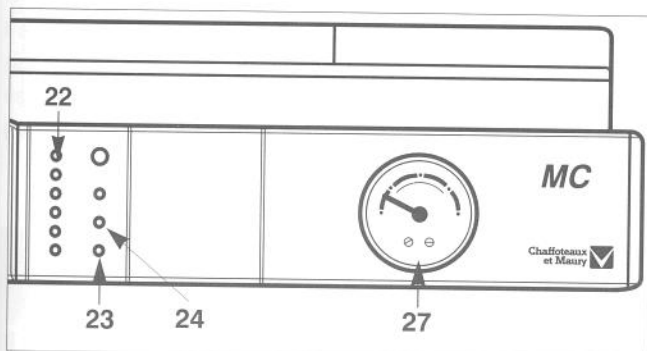

Fig. 24
- Posizionate il commutatore "19" (fig. 23) su « IIII » ; la spia arancione "24" (fig. 24) si accende ogni volta che il bruciatore si mette in funzione.
L'indicatore "22" (fig. 24) visualizza tale temperatura.